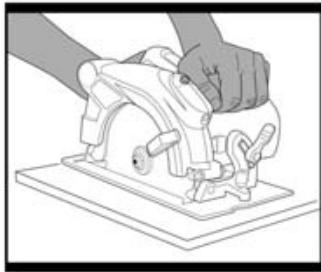

Fig. 1
2. POSICIÓN DE AGARRE MANUAL (Fig. 1)